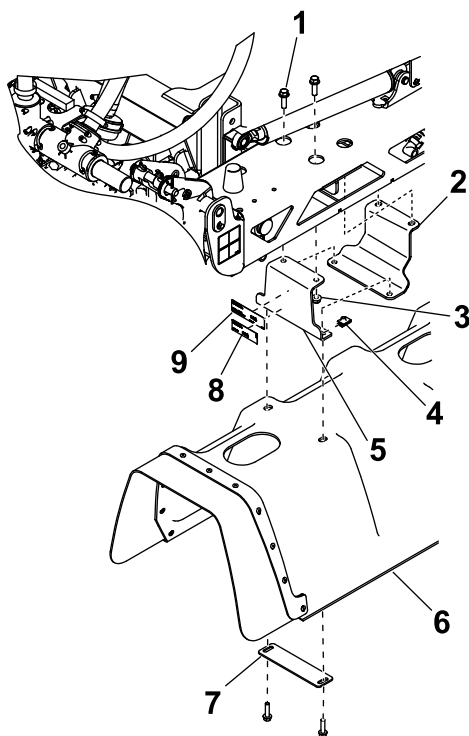

Bild 8
Befestigen Sie den Aufkleber mit den Modell- und Seriennummern und den Aufkleber der Aufsichtsbehörde an einer Halterung des mittleren Auslegers, wie in Bild 8 abgebildet.
1. Befestigen Sie jede der zwei mittleren Halterungen und Ausleger-Befestigungsplatten mit zwei Sechskantschrauben (3/8" x 1 1/4") und zwei Bundmuttern (3/8") am mittleren Ausleger, wie in Bild 8 abgebildet.
- Befestigen Sie die mittlere Abdeckung mit vier U-Muttern, zwei Scheibenplatten und vier Sechskantschrauben ($\frac{5}{16}$ " x $1\frac{1}{4}$ ") an den Halterungen des mittleren Auslegers, wie in Bild 8 abgebildet.